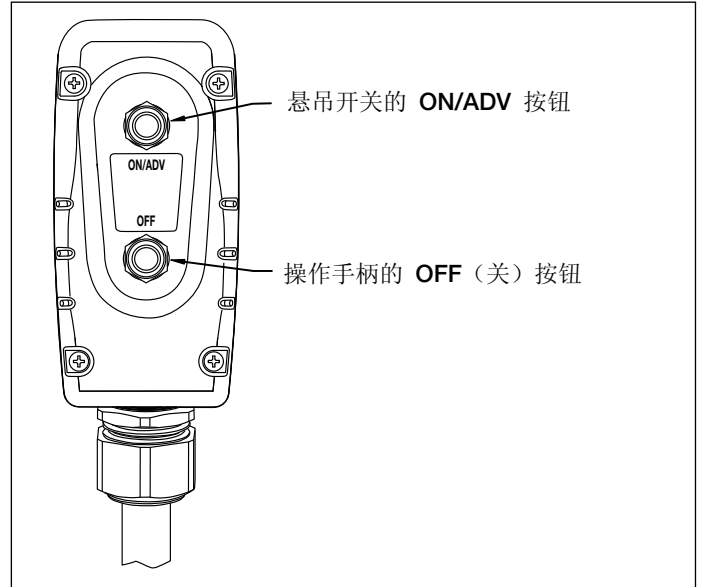

图 8 — 悬吊开关按钮
5. 要启动泵，请按下悬吊开关上的“ON/ADV”按钮。请参见图 8。电机将自动启动，且扳手将开始推进。只要按住此按钮，扳手就会一直前进。